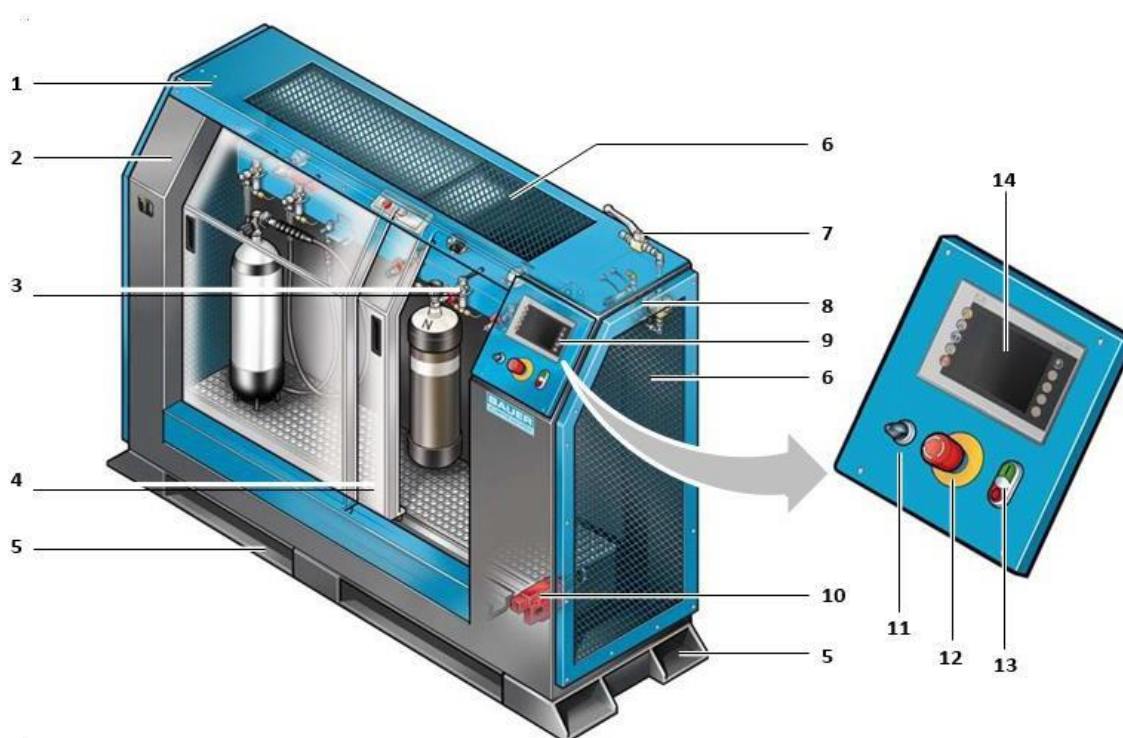

Fig. 1 B-SAFE 300 avec rampe de remplissage intégrée (option)
En cas de danger il est possible de stopper immédiatement le remplissage à l'aide du bouton d'arrêt d'urgence (12, Fig. 1). Celui-ci interrompt l'alimentation électrique et :
Pour remettre la rampe B-SAFE en service, tourner le bouton d'arrêt d'urgence (12, Fig. 1) d'un quart de tour vers la gauche puis presser la touche "0" (13). La lampe témoin cesse alors de clignoter et le message "ARRET D'URGENCE" disparaît de l'écran. Le remplissage des bouteilles peut reprendre
Toute alarme doit être acquittée une fois la cause de l'alarme identifiée et le problème résolu pour revenir à un fonctionnement normal. Presser l'interrupteur d'arrêt rouge « 0 » (13, Fig. 1) pour acquitter l'alarme puis le bouton de marche vert « I » pour reprendre le remplissage des bouteilles.